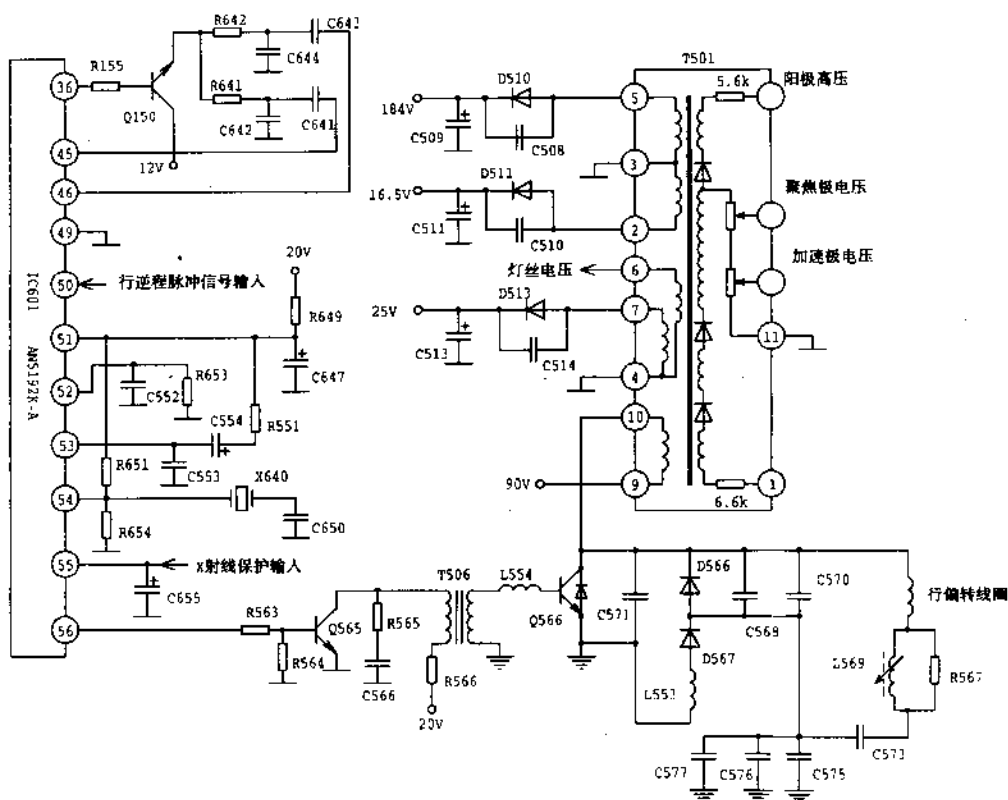

图 1-2 松下 TC-2140 型彩色电视机行扫描电路
彩色全电视信号从集成电路 IC601 第③脚输出,经过电阻 R155 加在晶体管 Q150 的基极上。由晶体管 Q150 将输入的彩色全电视信号进行缓冲放大之后,经过电容 C643、C641 分别送入集成电路 IC601 第④脚、第⑤脚进行行、场同步信号的分离。分离得到的行、场同步信号,在集成电路 IC601 内电路中分别送至行、场振荡电路,如图 1-2 所示。
从图 1-2 中可以看出,由集成电路 IC601 第④脚内电路与外接晶振 X640、电容 C650 构成 32 倍行频压控振荡电路(英文缩写为 VCO)。从第⑤脚输入的行逆程脉冲信号,与内电路分离所获得的行同步脉冲信号,在 IC601 内经过行 AFC 鉴相电路鉴相后,将其输出的相位误差变换为直流误差电压,去控制 VCO 电路,使其振荡频率锁定在 32 倍行频。从图 1-2 上看,似乎行扫描电路结构比较简单,这只不过是采用了大规模集成电路罢了。
在图 1-2 中, L569 为行线性调整电感, C573 是 S 校正电容。C571、C568、C570 和 C575、C576、C577 组成逆程电容, 以满足不同型号彩色显像管调整的需要。
集成电路 IC601 第⑤脚外接晶体管 Q451(见图 1-3),具有集成电路 IC451 过流保护和行输出电路高压限制保护的双重功能。电阻 R450 为过流检测电阻,其两端电压降与 IC451 内 OTL 输出电流成正比。当 OTL 电路出现过流或短路现象时,电阻 R450 上的电压降增大,晶体管 Q451 基极电位降低并使其饱和导通,故其集电极电流在电阻 R531 产生的电压降使集成电路 IC601 第⑤脚电压升到 0.8V 以上,IC601 内保护电路动作而切断第⑤脚(见图 1-2)行频脉冲信号的输出。
设置稳压二极管 D1118 用于过压检测。如果行输出电路工作状态异常,阳极高压超出规定值时,行输出变压器 T501 第⑦脚(见图 1-2)输出的行逆程脉冲也会升高;因此,经整流滤波电路输出的 +25V 端电压也随之升高。这个电压经过电阻 R450、R452 加到 D1118 的负极上(见图 1-3)。由于 D1118 正极所加的 +12V 电压不变,故 D1118 击穿,导致晶体管 Q451 饱和导通,使 IC601 第⑤脚内保护电路动作,实现了高压保护的目。